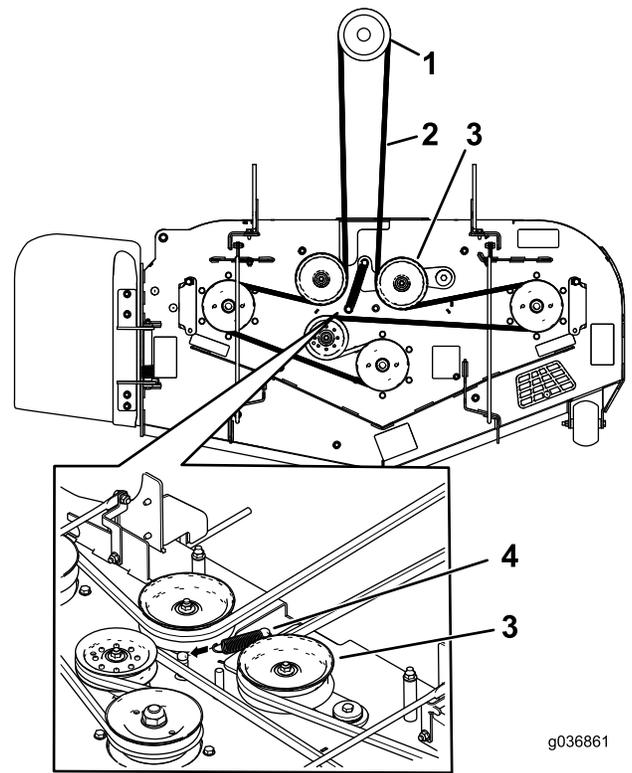

Figura 62
7. Pase la correa nueva alrededor de las poleas del cortacésped y de la polea del embrague, debajo del motor (Figura 62).
8. Instale el muelle tensor (Figura 62).